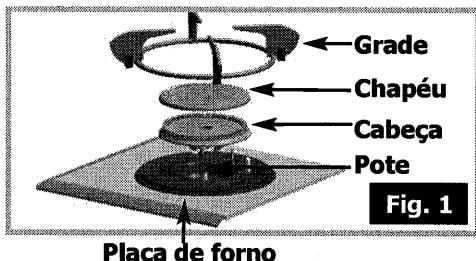

Fig. 1
- Com ajuda da chave fornecida, desataraxe os injectores situados no fundo da cada pote e retire-os (**fig 1**).
- Com ajuda da chave fornecida, desatarraxe os injectores situados no fundo da cada pote e retire-os (**fig. 1**).